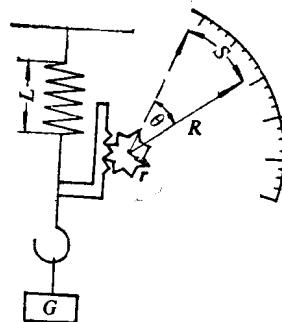

图 0-1
- 0-6 对图0-1所示的弹簧秤系统：
- (1) 说明各元件的作用；
- (2) 画出系统方框图；
- (3) 写出各环节的传递系数及弹簧秤系统的传递系数。